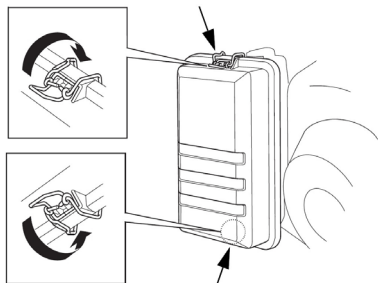

Рис. 17 Снятие крышки воздушного фильтра
- Отстегните защелки крышки воздушного фильтра и снимите крышку воздушного фильтра (Рис. 17).